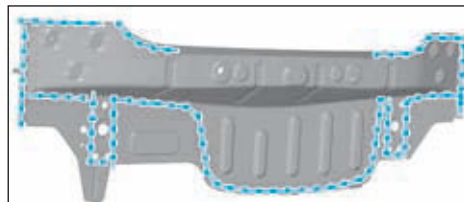
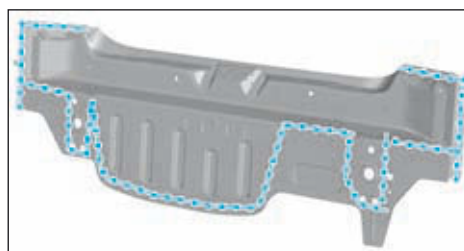

FIG.170
FIG.171
- la pièce neuve (Fig170) et (Fig171),